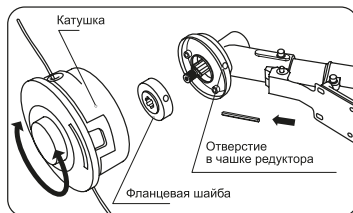

Рис.8
- Снимите чашку с вала, прижимную шайбу, оставив фланцевую шайбу (Рис. 8).